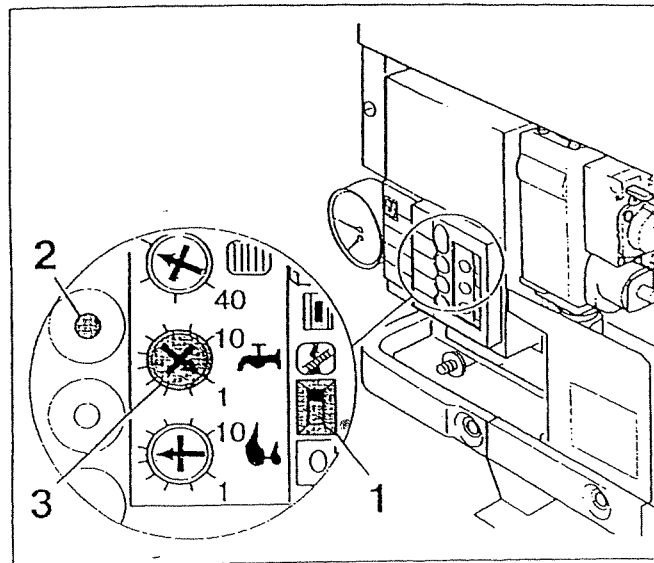

Fig. 45 Preimpostazione per la "misurazione della pressione del bruciatore"
- ◆ Spostare l'interruttore "spazzacamino" (Fig. 45, punto 1) nella posizione corrispondente al simbolo dello spazzacamino (Display: "-/A").
- ◆ Tenere premuto il tasto di servizio (Fig. 45, punto 2) per circa 5 s (Display: "-/N").
- ◆ Mettere ad "1" il regolatore dell'acqua sanitaria (Fig. 45, punto 3).